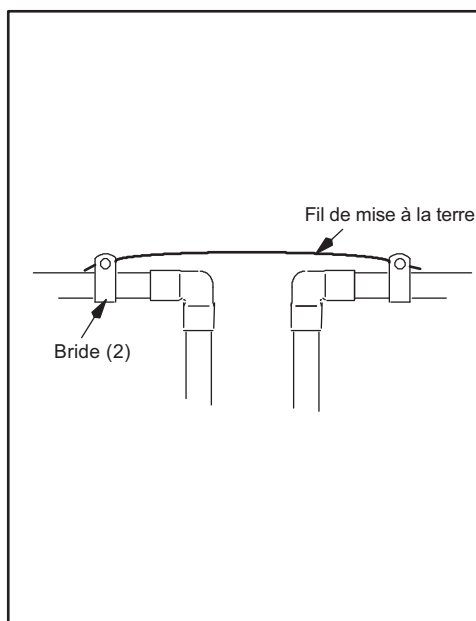

FIG. 6
REMARQUE : Si vous établissez une connexion de mise à la terre, tel qu'illustré à la Figure 6, placez le collier sur les tubes avant de souder (cf. Étape 7a).
- Reliez les sections enlevées de la conduite d'eau principale avec un fil de cuivre de calibre 4, fixé solidement à chaque extrémité (cf. Figure 6). Pièces non comprises.